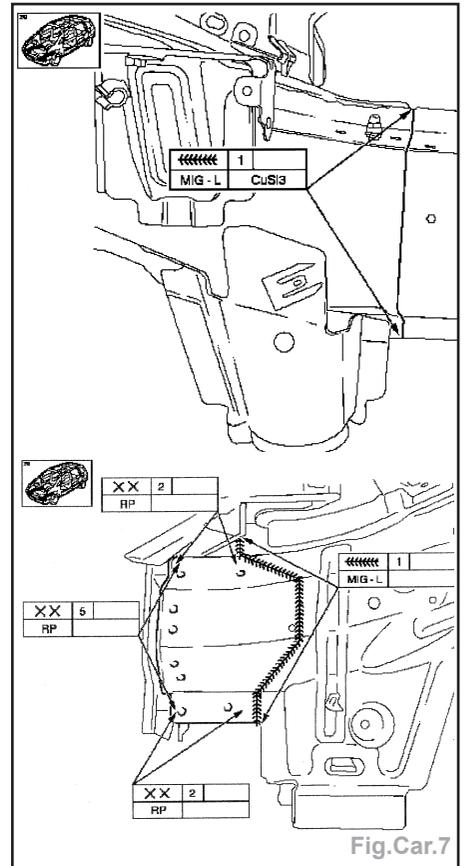

Fig.Car.7
- Effectuer les soudures (Fig.Car.7).